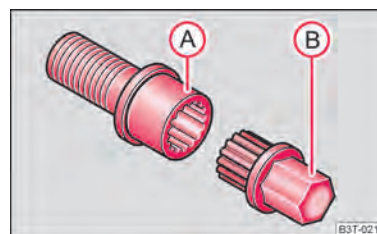

Abb. 191 Illustrationsbild: Sicherheitsradschraube mit Adapter
- Stecken Sie den Adapter **(B)** mit seiner verzahnten Seite bis zum Anschlag so in die innere Verzahnung der Sicherheitsradschraube **(A)**, dass nur noch der äußere Sechskant herausragt ⇒ **Abb. 191**.